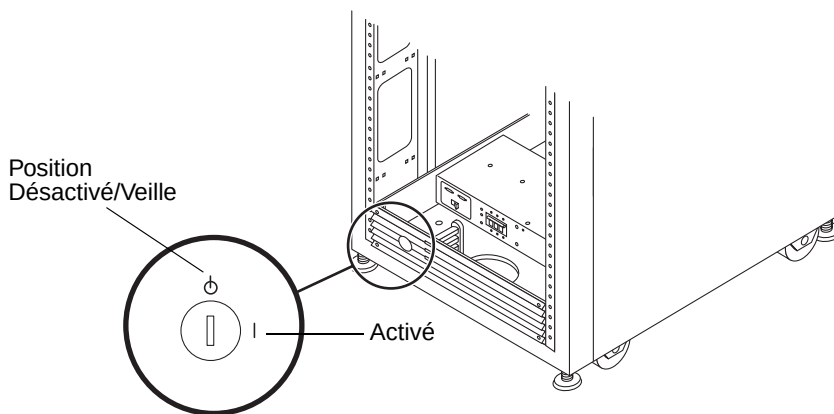

FIGURE B-1 Emplacement de l'interrupteur à clé au bas du panneau avant (position Veille)
- Au bas de la face avant du coffret de base et éventuellement des coffrets d'extension (le cas échéant), vérifiez que les interrupteurs à clé sont en position Veille (voir FIGURE B-1).**
- 2. Au bas de la face avant du coffret de base et des coffrets d'extension (le cas échéant), vérifiez que les interrupteurs à clé sont en position Veille (voir FIGURE B-1).**